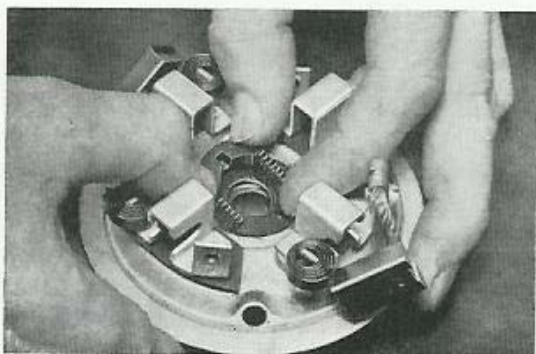

Bild 97. Montering av rotorbroms
1. Montera rotorbromsen i bakre lagerskölden, se bild 97, samt ledningen mellan plusborstarna.